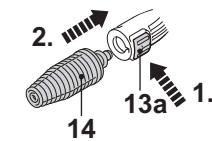

Fig. 10
2. Appuyez sur le bouton de déverrouillage (13a) et fixez la buse turbo (14) sur la rallonge (13). Lâchez le bouton (13a) pour verrouiller la buse en place (Fig. 10).
3. Vérifiez que la buse (14) est bien accrochée en tirant dessus. Elle ne doit pas pouvoir se détacher.